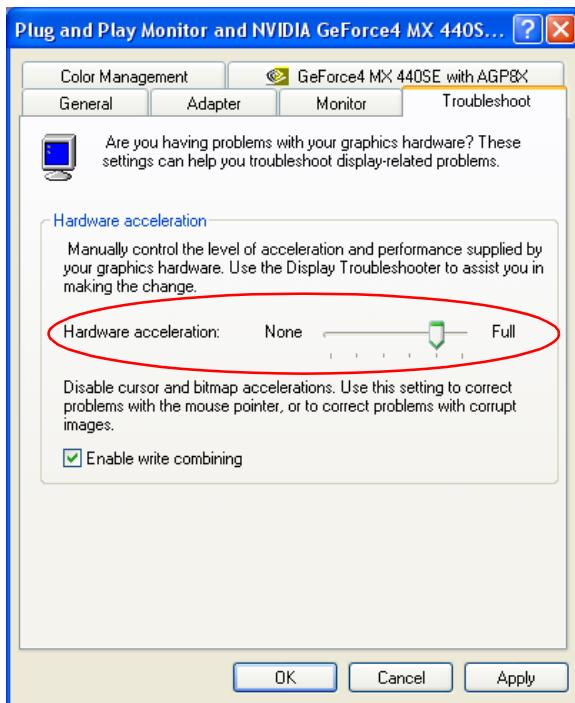

図 34: プロパティ トラブルシューティング : – ハードウェアアクセラレータ
- ▶ 「**「ハードウェアアクセラレータ」**を図 34 で示された値に設定してください。